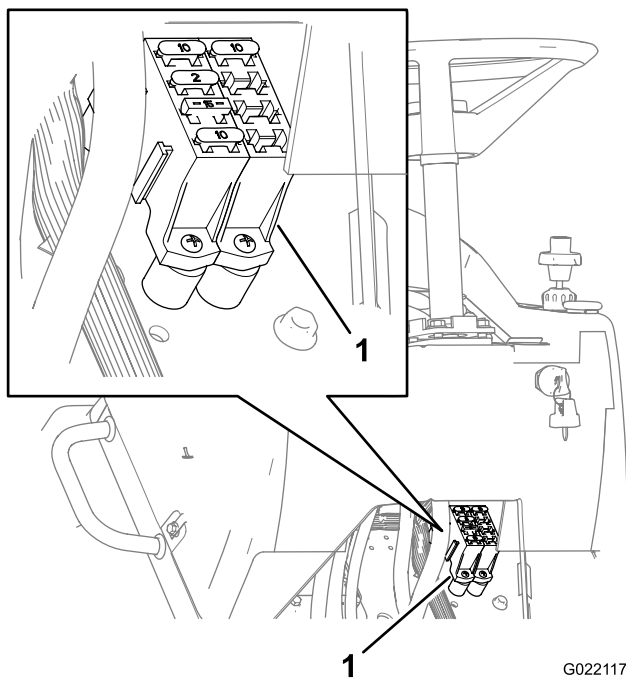

Рисунок 62
3. Замените разомкнутый (перегоревший) предохранитель в блоке предохранителей новым плавким предохранителем, эквивалентным по номинальной силе тока (Рисунок 62).